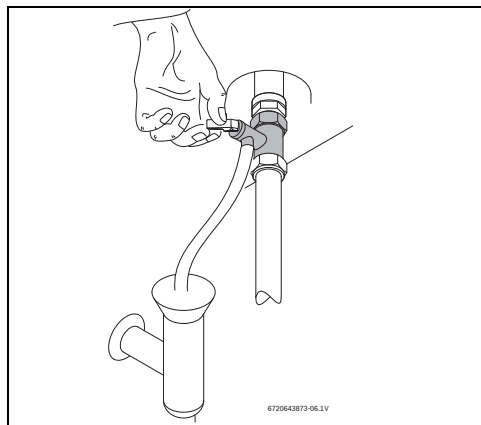

Fig. 15 Deschiderea manuală a supapei de siguranță
- Deschideți supapa de siguranță (Fig. 15).
- ▶ Deschideți manual supapa de siguranță cel puțin o dată pe lună (Fig. 15).